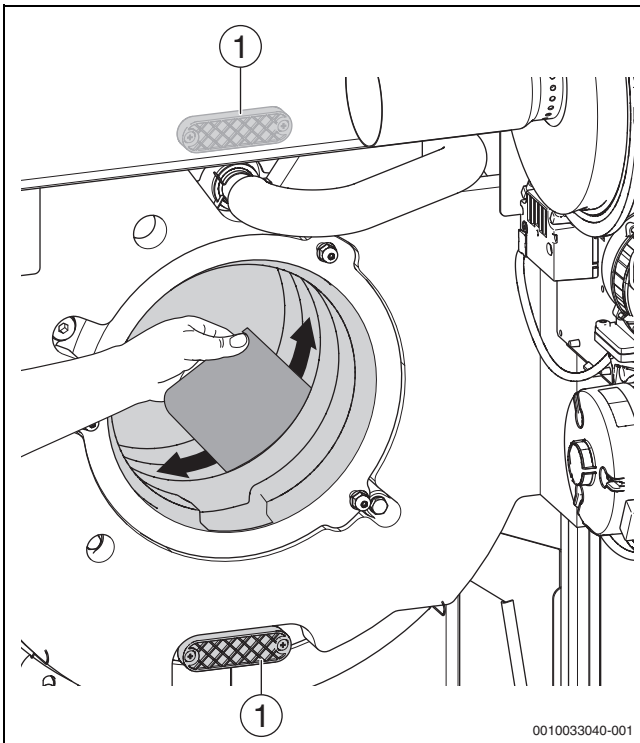

Bild 81 Heizgasspalte mit Reinigungsspachtel reinigen
- ▶ Befestigungsschrauben der beiden Reinigungsdeckel (→ Bild 81, [1]) entfernen.
- ▶ Heizgasspalte mit Reinigungsspachtel reinigen (→ Bild 81). Hinweise zur Reinigung beachten!